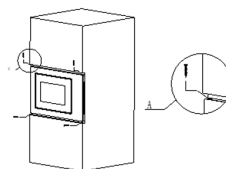

Fig 4
4. Befestigen Sie die Mikrowelle mit den Schrauben aus dem Zubehörpaket im Schrank. (Abb. 4)